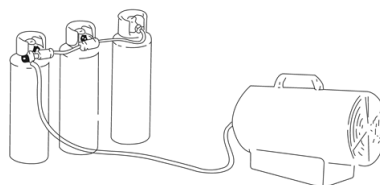

Abbildung 2
- Bei längerem Betrieb des Heizgeräts unter Vollast kann sich aufgrund der starken Dampfenahme Eis an der Gasflasche bilden. Die Flasche darf jedoch niemals erhitzt werden, um dieses Problem zu beheben. Um dies zu vermeiden oder zu reduzieren, sollte eine größere Gasflasche oder zwei miteinander verbundene Flaschen verwendet werden (siehe Abbildung 2).